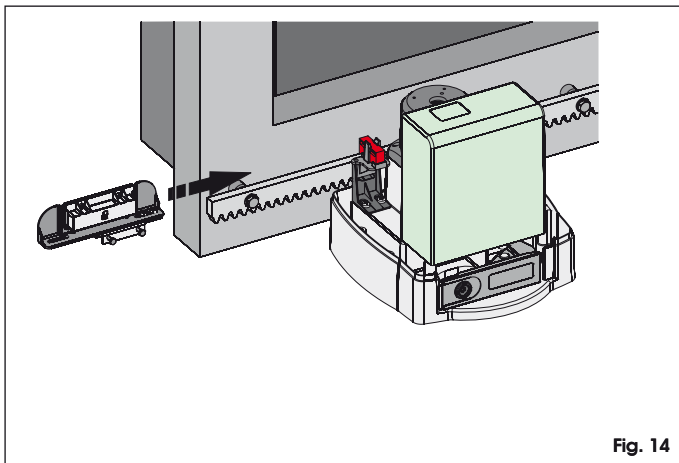

Fig. 14
4. Faire coulisser sur la crémaillère l'aimant avec le cadenas ouvert dans la direction d'ouverture, voir figure 14. Dès que la LED relative au fin de course d'ouverture présent sur la platine s'éteint, faire avancer l'aimant de 10 mm supplémentaires et le fixer provisoirement avec les vis spécifiques.